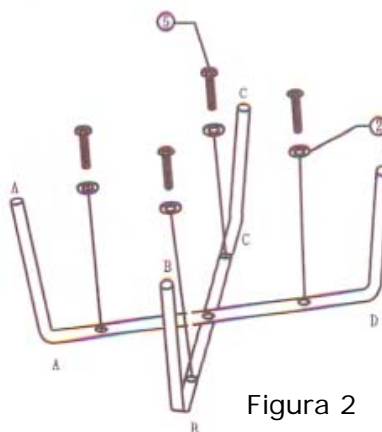

Figura 2
- ☞ inserire le 4 viti più lunghe comprensive di rondelle (fornite in confezione), nei fori delle gambe, facendoli coincidere con le filettature sul fondo del sedile e serrarle completamente con il cacciavite (Figura 2). Per il modello **BA2**, dotato di schienale, inserire le 4 viti più lunghe comprensive di rondelle (fornite in confezione), nei fori del lato corto dei tubi dello schienale (strutture ad "L") prima di inserirle nei fori delle gambe, facendoli coincidere con le filettature sul fondo del sedile, e serrarle completamente con il cacciavite;